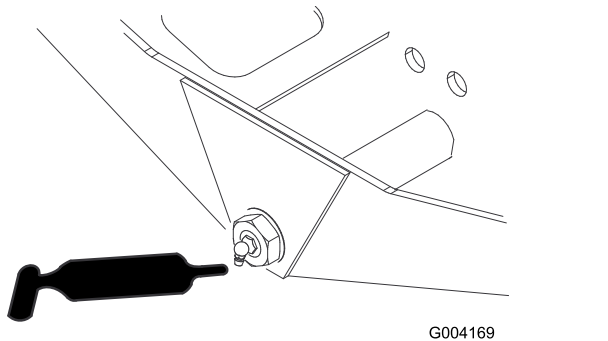

Figura 33
- Pivote de dirección del eje (1) – Figura 33